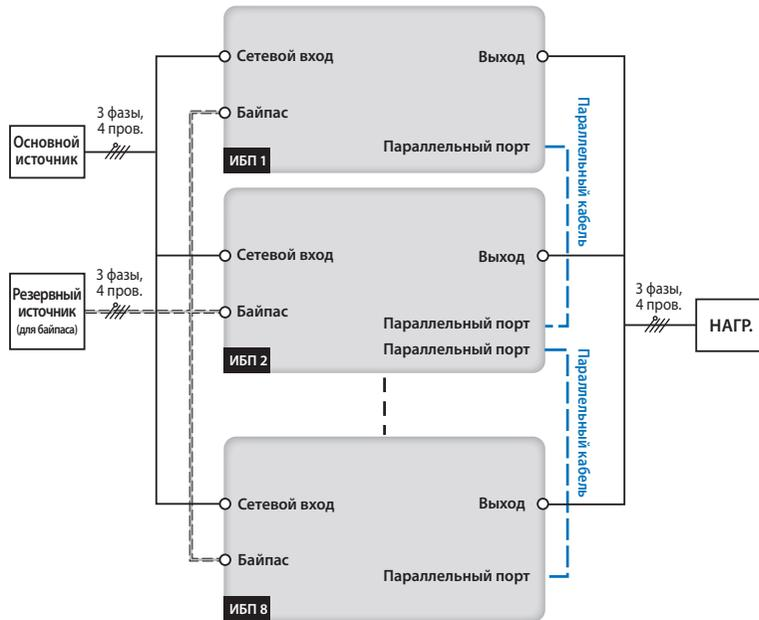

Рис. 5-16. Схема подключения в конфигурации с двумя входами (система с параллельно включёнными ИБП)
- 3) Подключите кабели к зажимам сетевого входа, входа байпаса, выхода ИБП и входа питания от батарейного кабинета. См. **Рис. 5-16** и раздел **5.5.3 Подключение внешнего батарейного кабинета Delta**.
- 4) Нейтральный проводник источника переменного тока, подключённого к входу байпаса, подключите к зажиму нуля (N) сетевого входа.